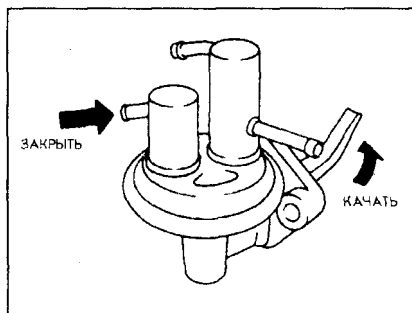

Рис. 3-68.
2. Слейте топливо из насоса. Закройте пальцем впускной порт и проверьте, что рычаг не двигается (рис. 3-68).